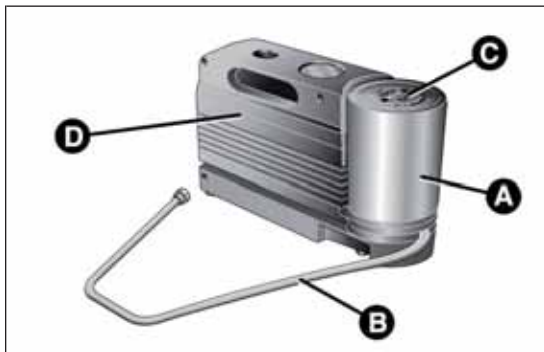

fig. 163
- ☐ una bombona A fig. 163 con líquido sellante, con: